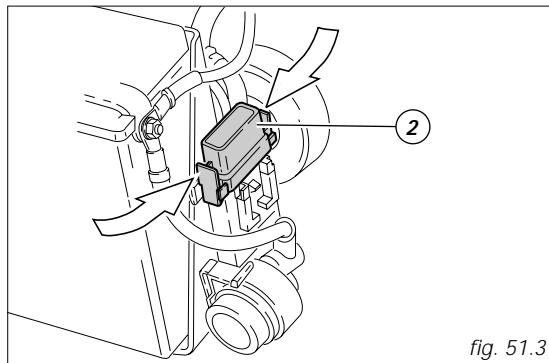

fig. 51.3
Le fusible placé près de la batterie (fig. 51.3) protège le régulateur électronique. Pour accéder au fusible, il faut retirer le capuchon de protection (2).